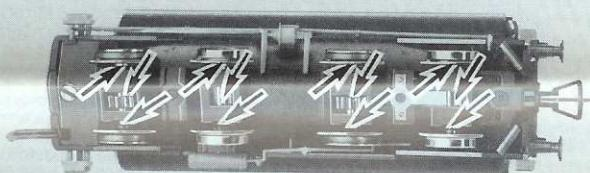

**Fig. 3**
An der markierten Stelle kann der **Schaltmagnet 9426** eingebaut werden (Fig. 3).
Geölt wird Motor und Getriebe nur an den gekennzeichneten Lagerstellen (Fig. 3, 4, 6, 7).
The indicated point can be used for locating the **switching magnet** 9426 (fig. 3).
**Lubrication:** The motor and gear-box need only be lightly oiled at the bearing points marked (fig. 3,4,6,7). Only use **FLEISCHMANN-oil 6599**. Only put a tiny drop in each place (→), otherwise it will be overoled. An applicator needle is located in the cap of the oil bottle for your use.
L'aimant permanent 9426 peut être monté à l'endroit indiqué (fig. 3).
Graissage: Le moteur et les engrenages doivent être huiles uniquement aux endroits indiqués (fig. 3,4,6,7). N'utilisez que l'huile recommandée **FLEISCHMANN 6599**. Une seule goutte par point à lubrifier (→) afin d'éviter tout excès. L'aiguille montée dans le bouchon du petit flacon convient parfaitement à cet usage.
**Olieën:** De motor en de aandrijving hoeven alleen op de aangegeven plaatsen geolied te worden (fig. 3,4,6,7). Alleen **FLEISCHMANN-olie 6599** gebruiken. Een klein druppeltje per smeerpunt (→) is heus voldoende, anders wordt de zaak te vet. Voor een juiste dosering he sputje gebruiken dat wordt bijgeleverd in het olieflesjes.
På de markerade ställena kan kopplingsmagnet 9426 monteras (fig. 3).
**Insljning:** Motor och drivrutor endast på de visade lägren (fig. 3,4,6,7). Använd bara **FLEISCHMANN-olja 6599**. Endast en droppe per ställe (→) annars blir det för mycket. Använd nälen, som är fäst i locket till oljeflaskan för dosering.
Sul posto segnato puo essere installato il **dispositivo di comando** 9426 (fig. 3).
**Lubrificazione:** Il motore e l'ingranaggio vengono lubrificati solo nei punti contrassegnati dei supporti (fig. 3,4,6,7). Utilizzare solo olio **FLEISCHMANN 6599**. Usare soltanto una piccola goccia per ogni punto di oliatura (→), altrimenti si rischia di ollare troppo. Per il dosaggio utilizzare l'ago di cui è provvisto il tappo di chiusura del flacone dell'olio.